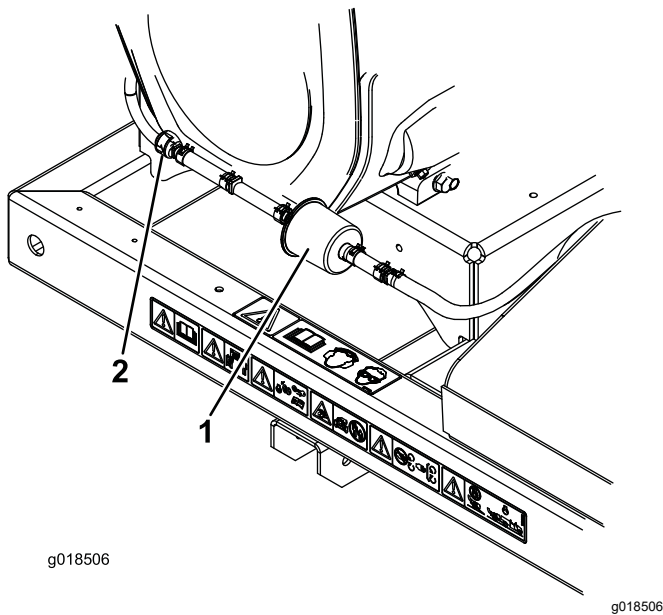

Figura 24
2. Aleje del filtro las abrazaderas de muelle de ambos lados del filtro del tubo de purga del cartucho de carbón (Figura 24).
3. Retire y deseche el filtro de carbón (Figura 24).
4. Instale un filtro nuevo en el tubo con la flecha del filtro apuntando hacia la válvula de retención, y sujételo con las abrazaderas (Figura 24).